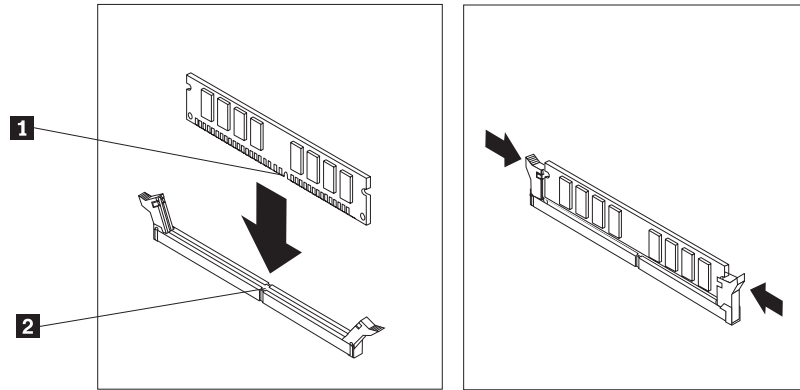

图 30. 安装内存条
5. 将替换内存条放在内存接口上。确保内存条上的凹槽 **1** 与主板上的接口引脚 **2** 正确对齐。将内存条笔直向下推入接口直到固定夹合上。请参阅第 34 页的图 30。